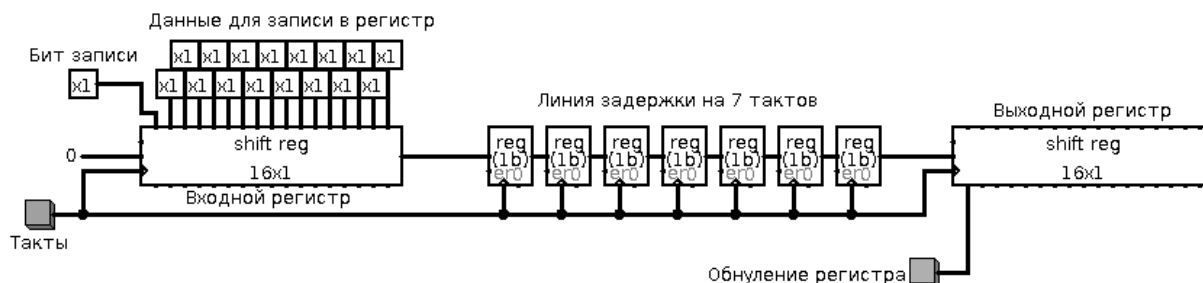

Рис. 3.3. Схема линии задержки на 7 тактов
Построить линию задержки на одноразрядных регистрах (рис. 3.3). Научиться создавать входной сдвиговый регистр для записи в него начальных значений и выходной сдвиговый регистр для просмотра результата.
1. Построить схему по образцу рис. 3.3. Входной и выходной регистры должны иметь разрядность («Биты данных»), равную 1, и длину («Количество ступеней») 16. В свойствах регистров, формирующих линию задержки, указать разрядность («Биты данных»), равную 1. На центральный западный вход входного сдвигового регистра подать однобитовую константу «0». «Бит записи» исходно должен быть равен 0.